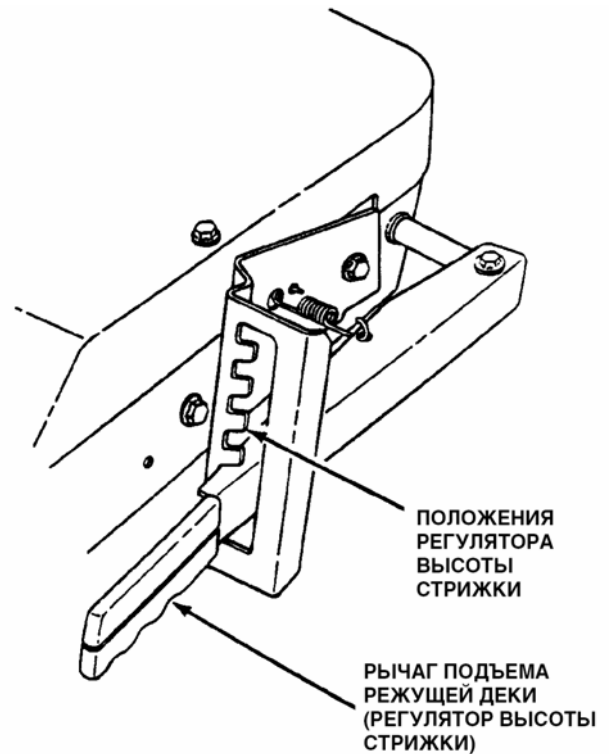

Рис. 2.18
- 1) Высота стрижки регулируется при помощи рычаг подъема режущей деки, который устанавливается в любое из пяти положений и фиксируется в соответствующих прорезях кронштейна рычага. См. рис. 2.18.